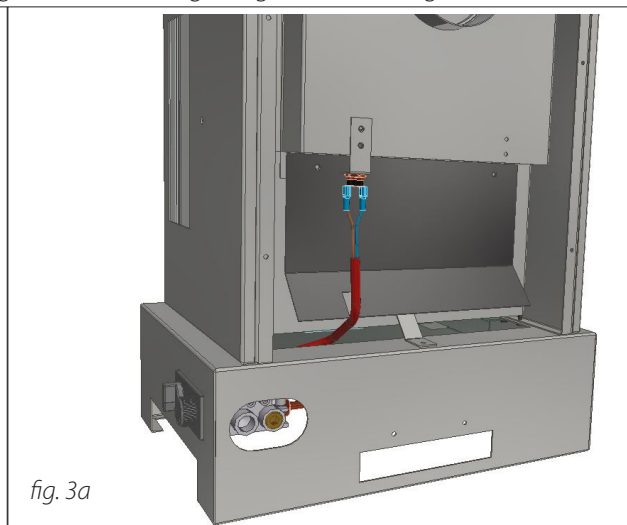

fig. 3a
- Maak nu de gasaansluiting volgens de geldende nationale en regionale voorschriften (zie gasaansluiting, fig. 3a)